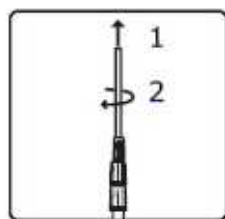

fig.6
1. Déployez la tige jusqu'à sa taille maximale en tirant chaque partie vers le haut et verrouillez les trois attaches de fixation en les vissant au maximum. (fig.6)